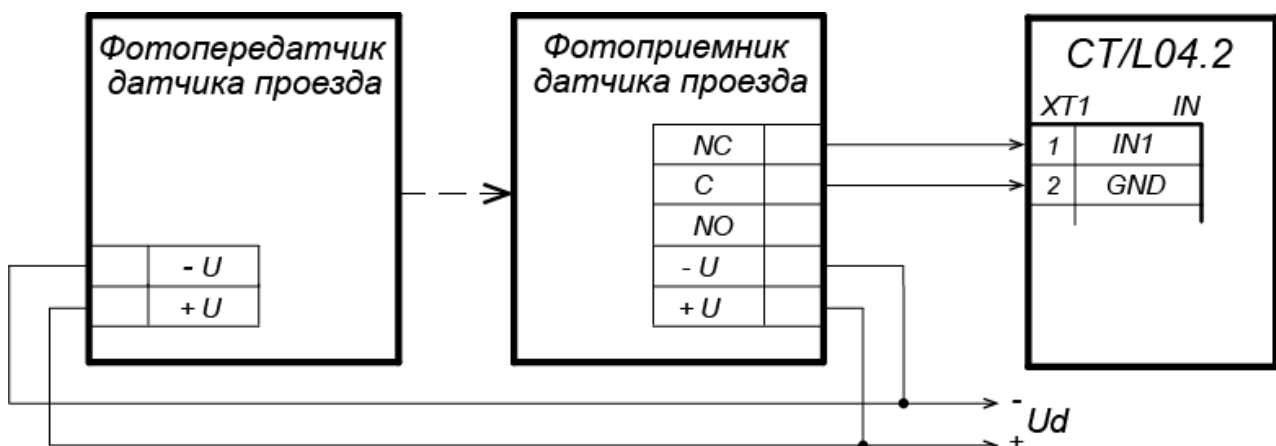

Рисунок 8. Схема подключения датчиков проезда
3. Датчик проезда подключается к клеммной колодке **XT1** нижней платы контроллера согласно схеме, представленной на рис. 8. Для подключения используйте тип кабеля №4 (см. табл. 5). При подключении нескольких датчиков их выходы включаются последовательно.